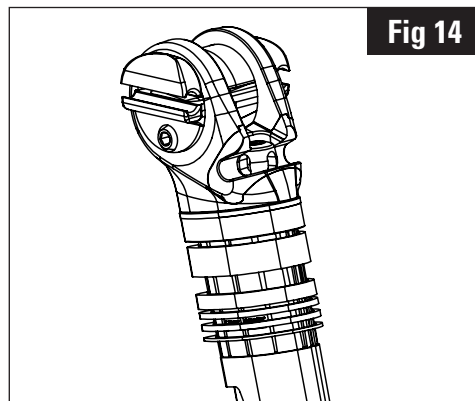

Fig 14
2. Spacer gem. Abb. 14 auf der Sattelstütze anbringen.